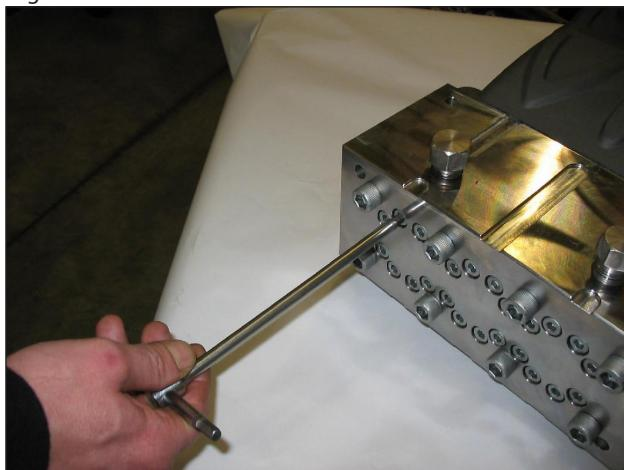

Fig. 34
- Solte, sem remover, os parafusos M8x100 de fixação das camisas do cabeçote, conforme indicado na Fig. 34, de modo a deixá-los livres.